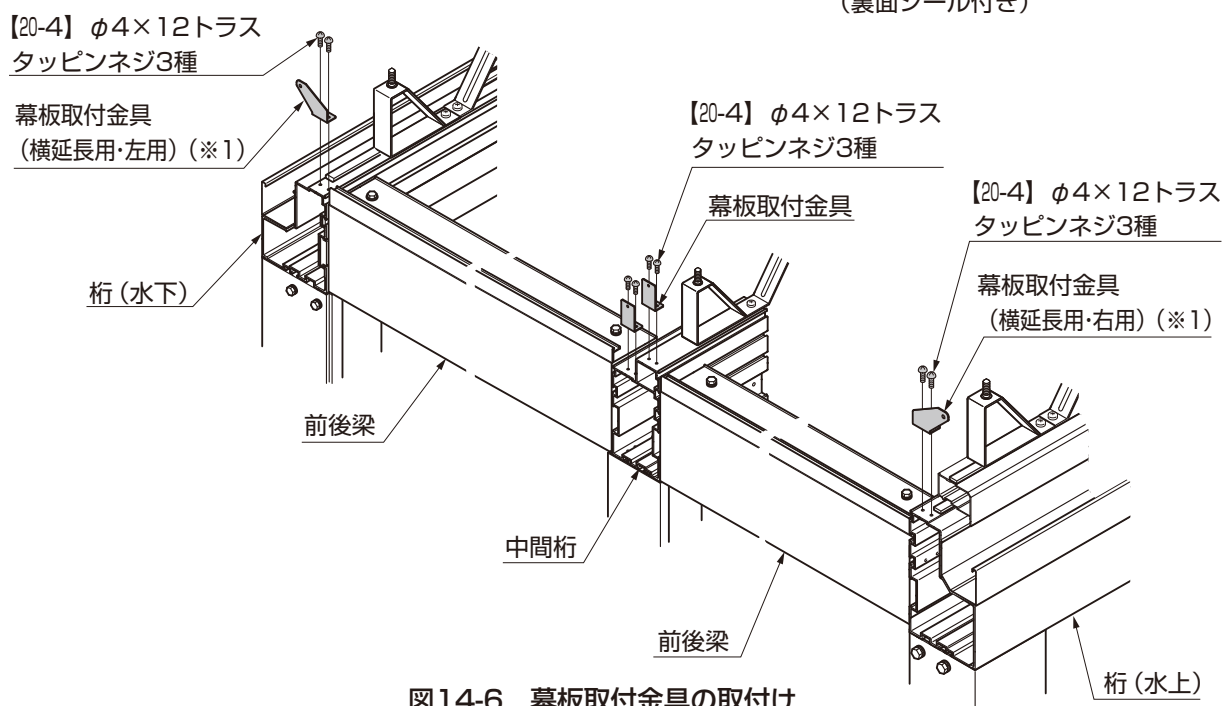

図14-6 幕板取付金具の取付け
①幕板取付金具と幕板取付金具（横延長用）を、各桁の上面に【20-4】で取付けてください。（図14-6参照）
●幕板取付金具（横延長用）（※1）は左右があります。（図14-6参照）